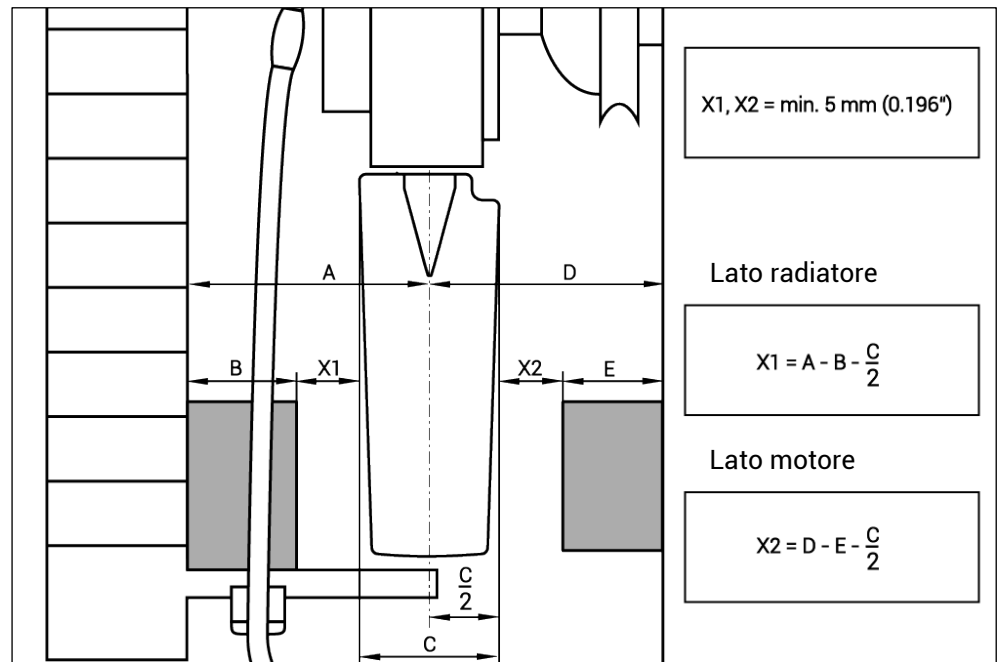

Fig. 38
- 33)** Misurare l'eventuale presenza di ostacoli costituiti da oggetti (vedi Fig. 38).